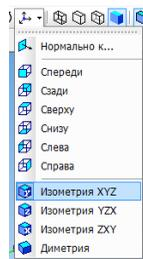

Рис. 5
7.1 Установить щелчком на стрелке кнопки **Ориентация**  / **Изометрия XYZ** (см. рис. 5).